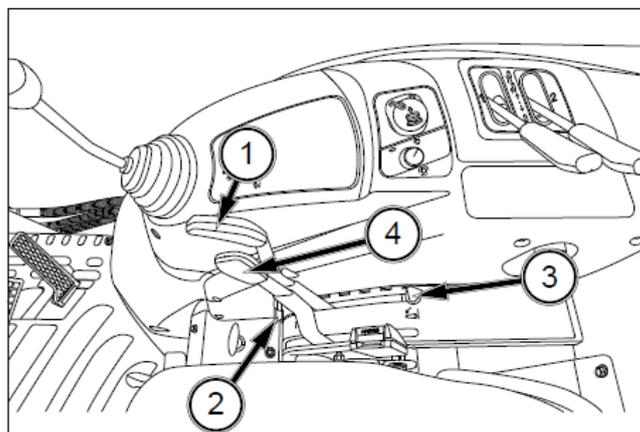

FIG. 111
FIG. 111: Palanca de control de posición del enganche de tres puntos - La palanca de control de posición del enganche de tres puntos (1) controla la altura del enganche. Desplace la palanca del control de posición (1) hacia la parte trasera, para elevar el enganche de tres puntos (y el equipo). Desplace la palanca hacia delante para bajar el enganche de tres puntos hasta la posición deseada. El ajuste de la posición de la palanca proporciona una altura específica del enganche (y del equipo).